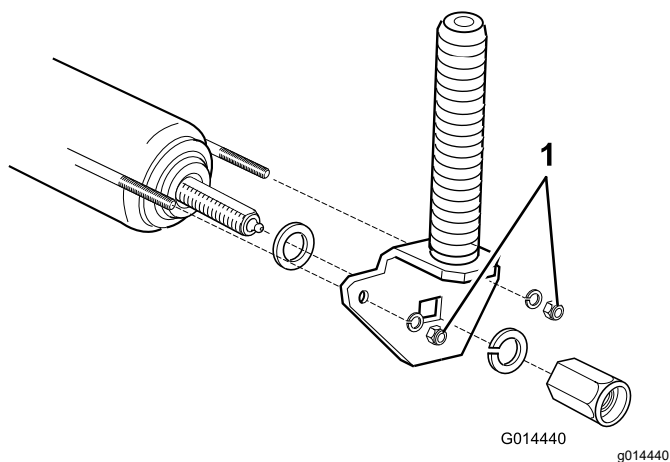

Figura 82
2. Serrate i dadi con 4 giri completi per sottoporre a una corretta tensione i fili (Figura 82).